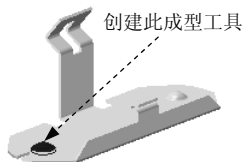

图 4.4.27 创建成型工具特征 2
Step3. 创建图 4.4.27 所示的成型工具特征 2。
(1) 单击任务窗格中的“设计库”按钮, 打开“设计库”对话框。